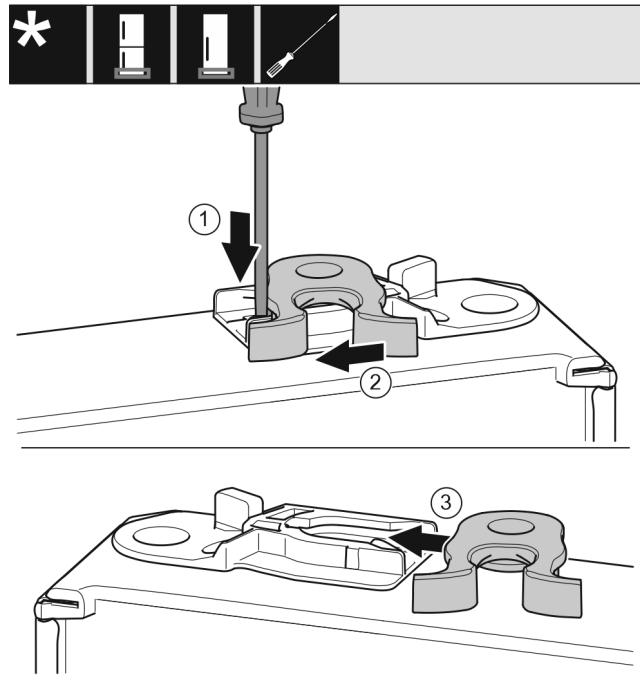

Fig. 22
- ▶ Lasche Fig. 22 (1) mit Schlitzschraubendreher nach unten drücken.
- ▶ Schließhaken Fig. 22 (2) aus Führung ziehen.
- ▶ Schließhaken Fig. 22 (3) auf anderer Seite in Führung schieben.